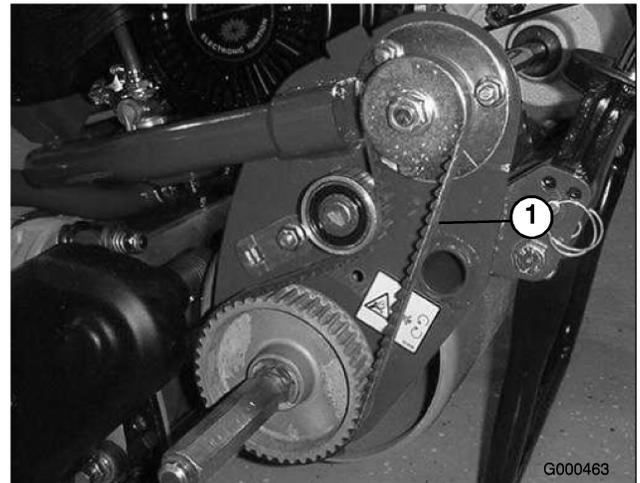

図 39
2. プーリ間の中央（図 39）でベルトを指で押して点検する。押す力は1.5～2.5 kg程度。たわみが6 mm程度あるのが適正。たわみがこの範囲になれば、以下の要領で調整する。